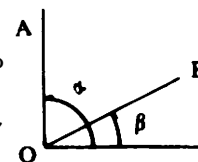

Рис. 8
(1) Навидитесь на рейку вертикальной нитью сетки отсчитайте по лимбу, получите угол α .
(2) Поверните прибор и навидитесь на В, получите угол β .
(3) $\angle AOB = \alpha - \beta$ (Рис. 8)